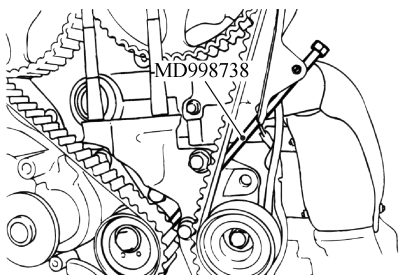

图 4-107 安装张紧器专用工具
14) 安装专用工具定位螺钉 (MD998738), 并将工具拧入直至钢丝 (安装时已插入到自动张紧器中) 能自由移动, 如图 4-107 所示。